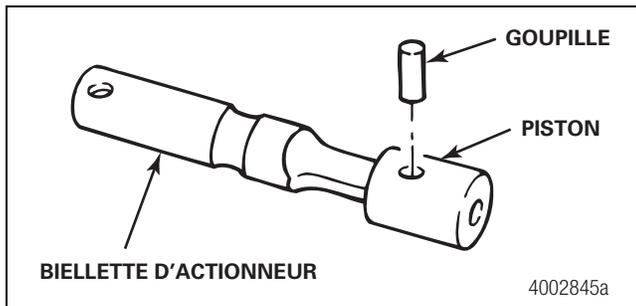

Figure 3.15
6. Si nécessaire, chasser la goupille de la bielle et du piston. Figure 3.15.